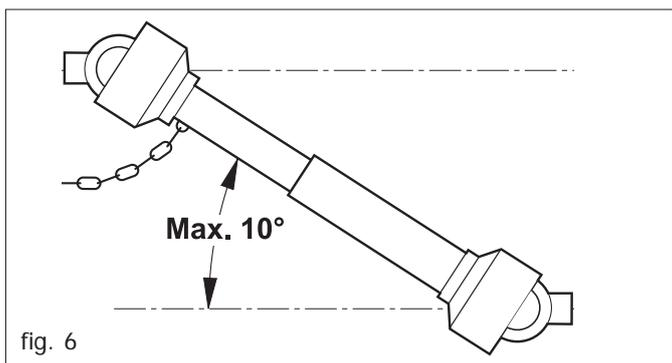

fig. 6
- 49) Disinserire, sempre, la presa di potenza quando l'albero cardanico supera un angolo di 10 gradi (Fig. 6) e quando non viene usata.